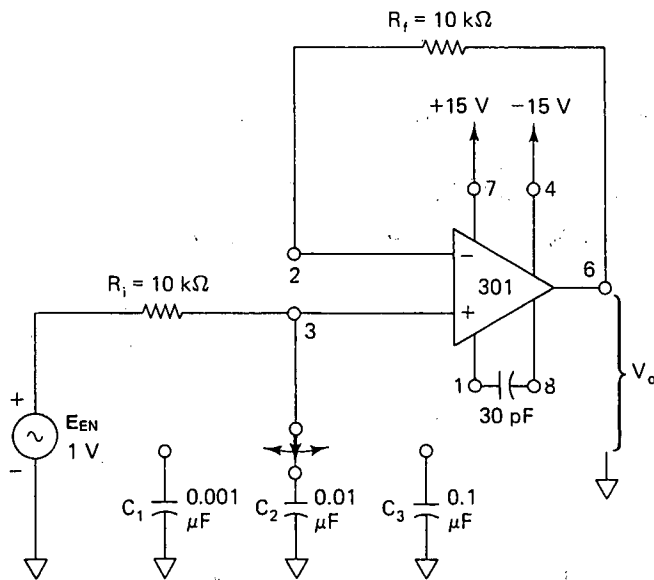

FIGURA LE11-1
- 11-1. Consulte el filtro pasabajas que aparece en la figura LE11-1 y mida los valores de todos los componentes antes de construir el circuito. Con los valores medidos de los componentes, calcule las frecuencias de corte. Si tiene acceso a un generador de funciones con capacidad de barrido, utilícelo para E_i .